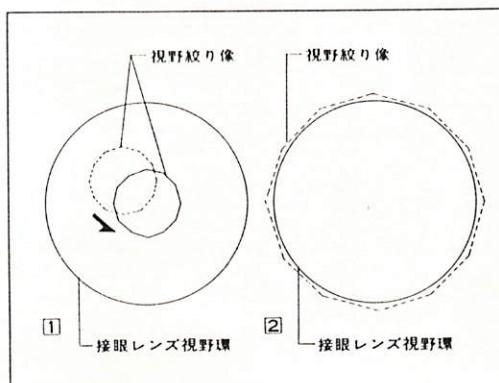

図 16
- 2) 視野絞り像が接眼レンズの視野に対して偏心しているときは、同心になるようにコンデンサ心出しねじで調節します。（図16-①）
- 3) 対物レンズを40×に切り替え、視野絞り像が図16-②のように接眼レンズの視野とほぼ同じになるように、絞りの大きさを調節します。偏心している場合は、コンデンサ心出しねじで正しく心出します。